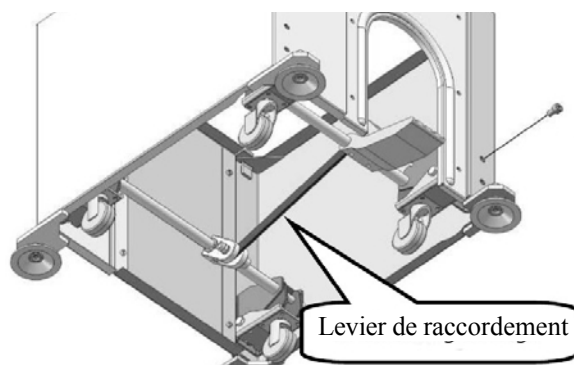

Fig. 9 : Montage du support de roulette
Étape 5 : Montez les supports de roulettes avant et arrière sur la base de la machine (Fig.9).
Étape 6 : Boulonnez les supports de roulettes avant et arrière à l'aide de la bielle (Fig.9).